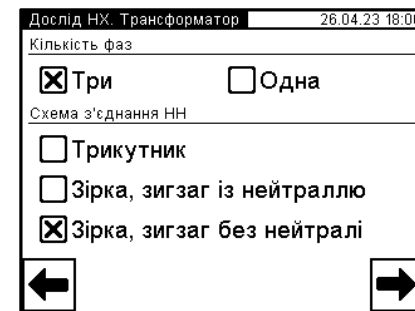

Рисунок 6.32
5) Вибрати варіант з'єднання обмоток НН трансформатора, для чого натиснути в поле "Зірка, зигзаг без нейтралі" в підрозділі "Схема з'єднання НН" у вікні "Дослід НХ. Трансформатор" (рисунок 6.32)